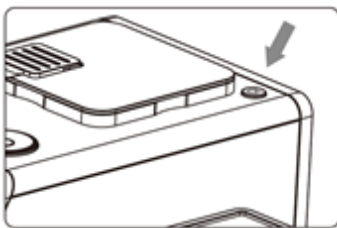

Abb. 1
Schließen Sie das Gerät an das Stromnetz an und drücken Sie die Taste (9) rechts neben dem Bohnenbehälter (Abb. 1). Nach dem Einschalten leuchtet die  Vorheizkontrollleuchte auf, um anzuzeigen, dass der Vorheizvorgang begonnen hat. Nach Abschluss des Vorheizvorgangs beginnt das Gerät mit dem Reinigungsvorgang, indem es einen Behälter zum Auffangen des Wassers unter den Kaffeeauslauf (2) stellt. Wenn der Reinigungsvorgang abgeschlossen ist, leuchten die Anzeigen für das Getränk und «Reinigung» auf und die Taste Start/Stop erlischt.